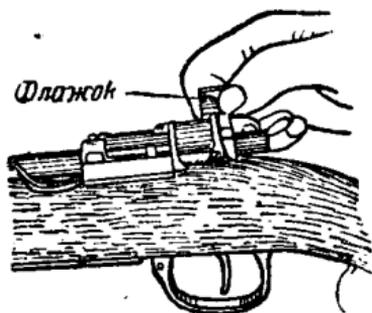

Рис. 7. Постановка флажка для стрельбы.
1. Освободить курок с предохранителя, повернув предохранитель флажком влево (рис. 7).